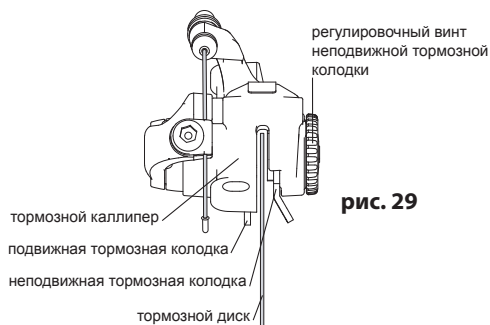

рис. 29
3. используя регулировочный винт, установите неподвижную тормозную колодку таким образом, чтобы она находилась как можно ближе к тормозному диску, но при этом не задевала его при вращении колеса (рис. 29);